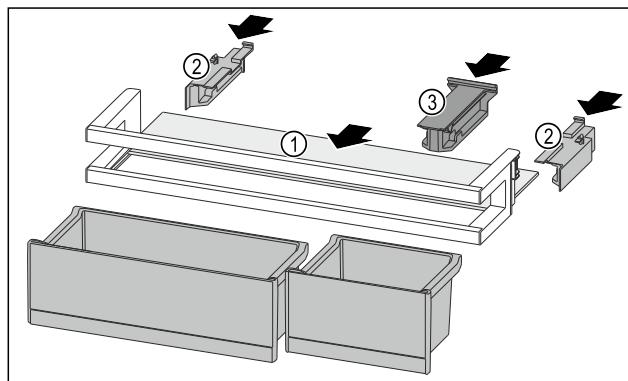

Fig. 100
- Împingeți în interior raftul Fig. 100 (1) în degajările laterale.
- Introduceți piesele laterale Fig. 100 (2).
- Introduceți piesa de susținere Fig. 100 (3).